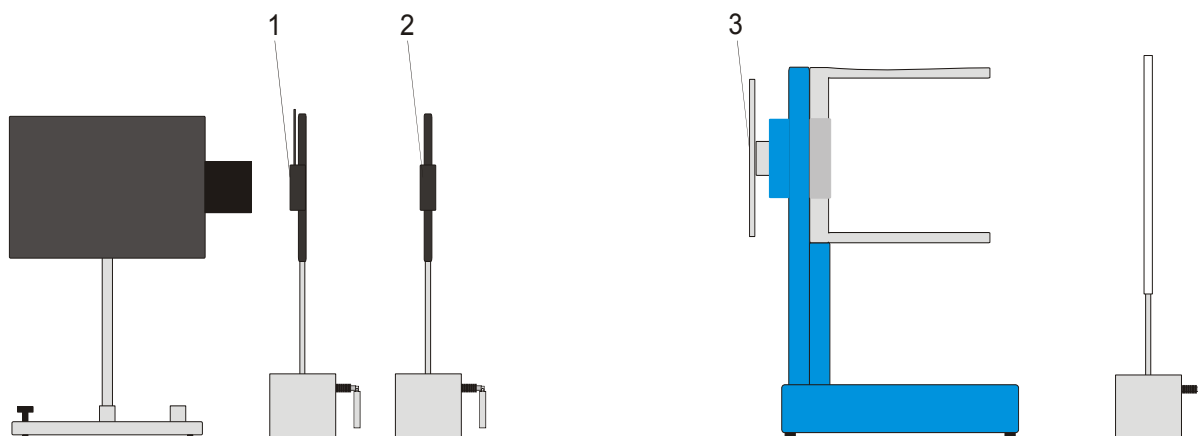

Fig. 1 Montaje experimental: 1 Diafragma perforado; 2 Lente convergente; 3 Rejilla cuadrada
- Montaje experimental según la Fig. 1.